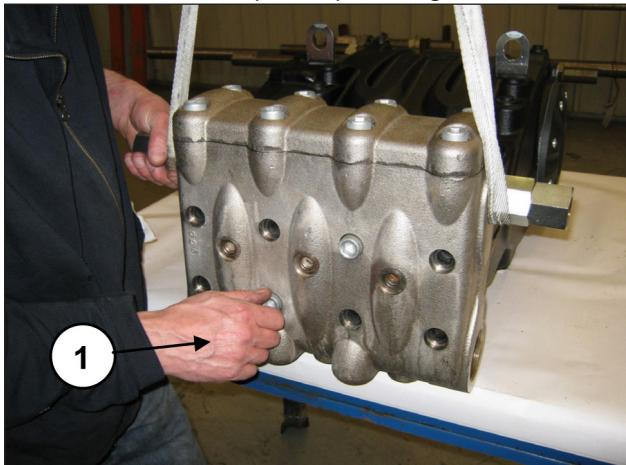
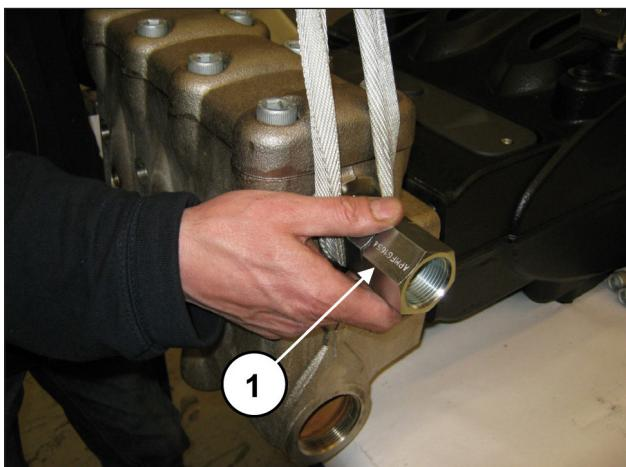

Fig. 107
Fig. 108
Ora è possibile togliere la testata dal carter pompa provvedendo a svitare le 8 viti M16x180 (pos. ①, Fig. 107). Durante lo smontaggio della testata prestare particolare attenzione a non urtare i pistoni (pos. ①, Fig. 108).